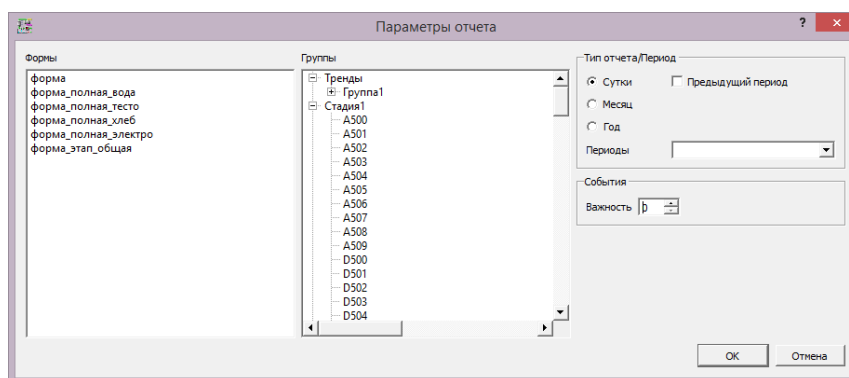

Рис. 2 – Параметры отчета
- 3.2.6. Для того, чтобы задать **формирование отчёта** по окончании какого-либо этапа или по завершении всего технологического процесса следует в секции «Отчеты» нажать кнопку «...» напротив необходимого этапа. На экране появится диалоговое окно параметров отчета, представленное на рис.2.